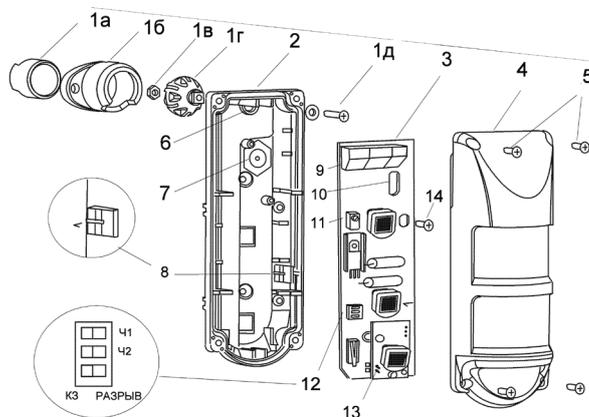

Рис. 2 Конструкция извещателя
5.2 На печатной плате (3) (на рис. 2) расположены элементы настройки извещателя: переключатель включения / выключения индикации (13), блок переключателей (12) и потенциометр (11) для регулировки верхнего уровня тока потребления.
5.6.5 Измерить падение напряжения на выводах ШС и вращением оси многооборотного потенциометра (11, рис. 2) регулировки тока извещателя восстановить падение напряжения между выводами ШС до уровня, измеренного в п. 5.6.2.